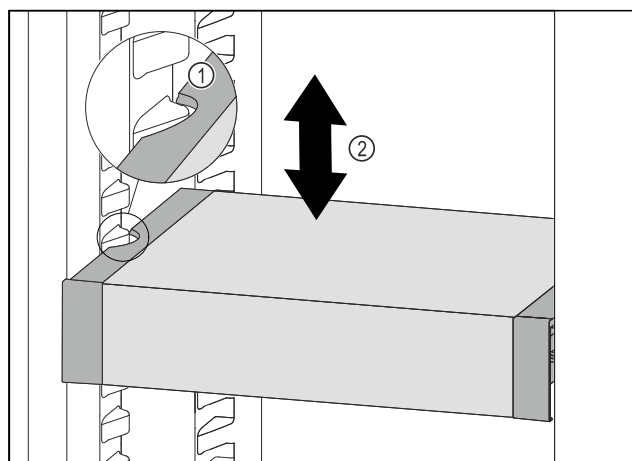

Fig. 134
- Táhněte VarioSafe dopředu, dokud nebudou boční vybrání VarioSafe na úrovni žebrování na nádoby v chladničce. Fig. 134 (1)
- Posouvejte VarioSafe v chladničce nahoru nebo dolů, dokud nedosáhnete požadované výšky. Fig. 134 (2)